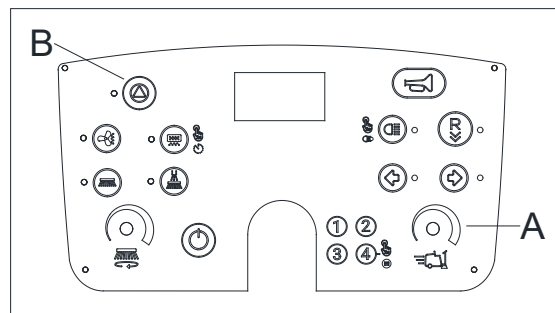

Figura 17
2. Reduzca al mínimo la velocidad de conducción utilizando la perilla de velocidad de la máquina (A, figura 17).
3. Pulse el botón de inicio (B, figura 17) y pulse el pedal del acelerador para encender el cepillo principal durante aproximadamente 1 minuto.